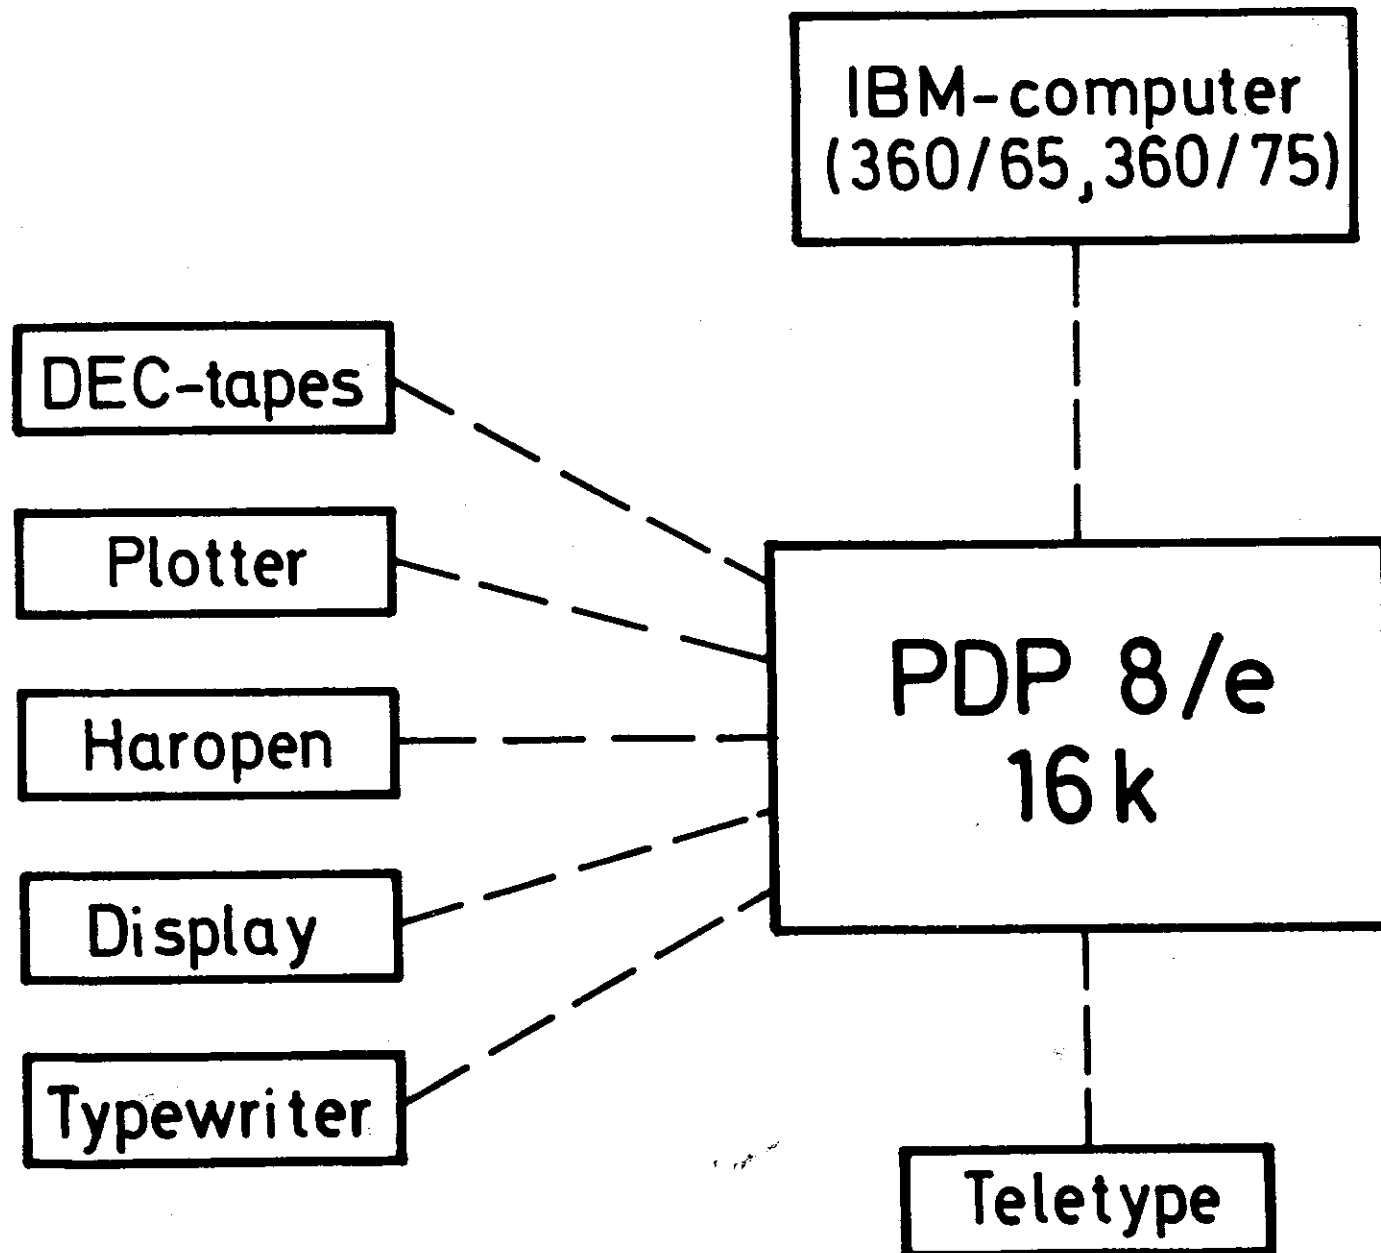

Abb. 1
- Fig. 1 Schematisches Diagramm der Rechnerkonfiguration